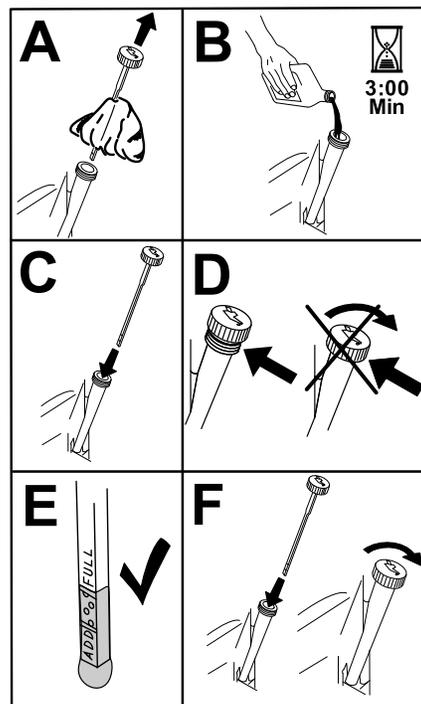

図 53
5. 所定量の 80% 程度のオイルをゆっくり入れ、そこから、残りの量を注意深く足して FULL マークまで入れる 図 53。